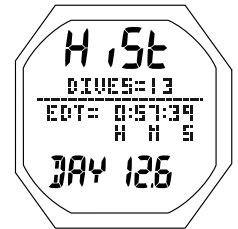

Fig. 123 - ÉCRAN DE DONNÉES DAY HISTORY N°1
**ÉCRAN DE DONNÉES DAY HISTORY N°1** : paramètres affichés (Fig. 123)